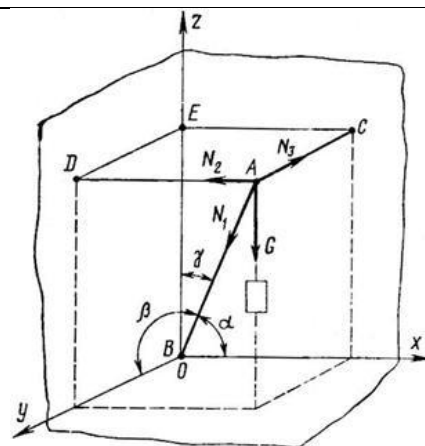

Рисунок 14
5. Найти усилия в стержне АВ (рис. 14) и цепях АС и АD, поддерживающих груз $G = 10$ кН, если $\alpha = 60^\circ$, $\beta = 30^\circ$, $\gamma = 45^\circ$. ACED – прямоугольник, лежащий в горизонтальной плоскости. Крепление в точке В шарнирное.